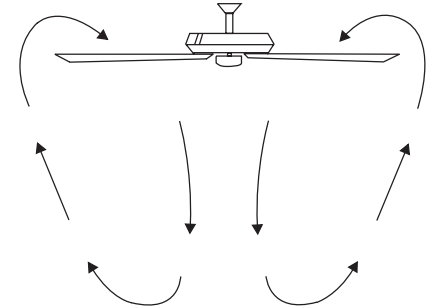

Figura 19
**Operación en clima cálido: Avance (en sentido contrario a las agujas del reloj).** Un flujo de aire descendente crea un efecto de enfriamiento (Figura 19). Esto le permite configurar su aire acondicionado en una configuración más cálida sin afectar su comodidad general.